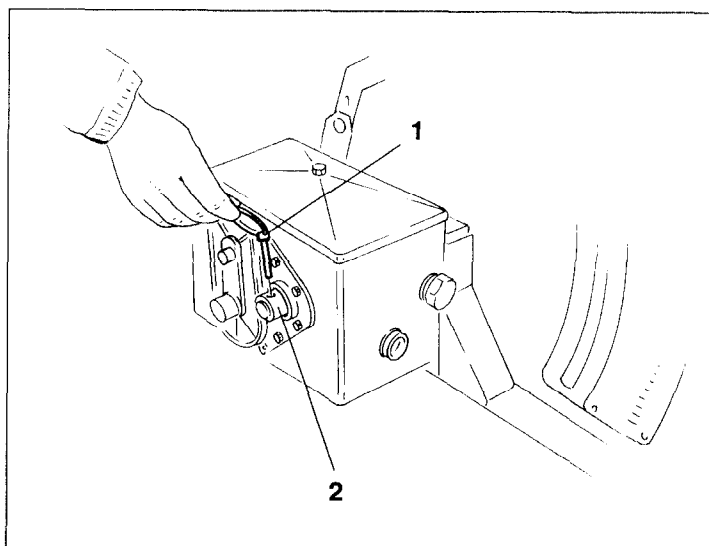

Fig. 16.2
- Retirez l'arbre creux du boîtier sélecteur (fig. 16.2/2), la goupille agricole (fig. 16.2/1) qui réalise la liaison entre l'entraînement et l'arbre d'agitateur. L'agitateur est alors débrayé.
Levez légèrement la machine et faites tourner la roue d'entraînement jusqu'à ce que la goupille agricole (fig. 16.2/1) puisse être introduite dans l'arbre creux du boîtier sélecteur (fig. 16.2/2). L'arbre d'agitateur est alors solidaire de l'entraînement.